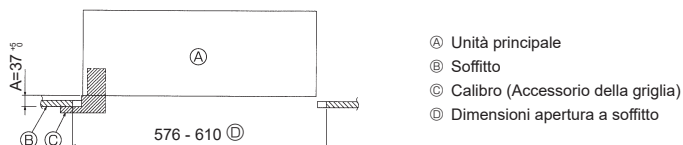

Fig. 4-6
- Se l'unità principale non può essere allineata contro il foro di montaggio sul soffitto, è possibile rimediare a questo inconveniente tramite un'apertura presente sulla piastra di montaggio. (Fig. 4-6)